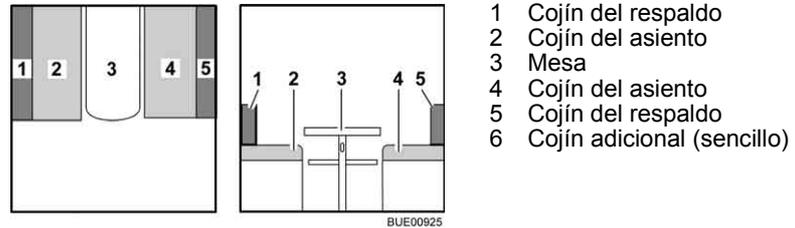

Fig. 92 Antes de la transformación
- Transformar la mesa (Fig. 92,3) en base de cama (véase apartado 6.12).